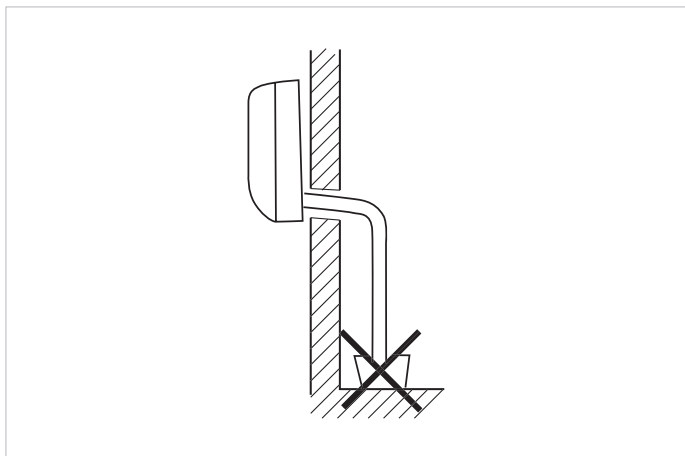

Abb. 9.2 Vermeiden Sie, das Ende des Kondensatschlauches einzutauchen.
- Installieren Sie die Kondensatleitung so, dass ihr freies Ende nicht ins Wasser getaucht wird (siehe Abbildung 9.2).